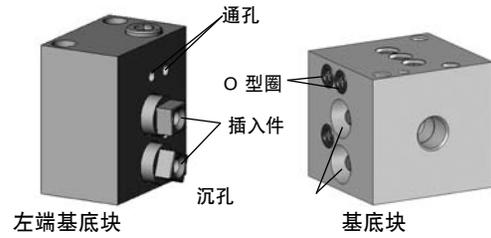

图1
2. 将一个基底块放在左端基底块上, 对准带有通孔的O型圈(9-007)。左端基底块插入件的正方形端将被定位于基底块的沉孔。见图1。